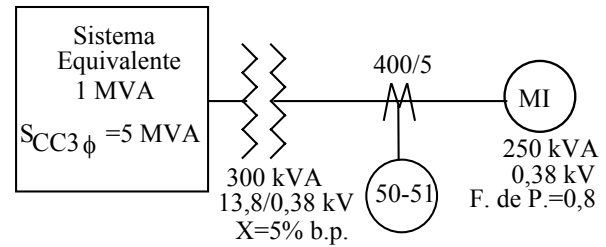

Figura 9
18. El sistema de la Figura 9, se protege con un relé IAC cuyas características se indicaron en el Problema 17. Suponga que la corriente de partida del motor es 6 veces la corriente nominal y que demora aproximadamente 0,4 segundos en partir. Determine las protecciones necesarias, calculando TAP y LEVER y grafique la curva de operación del relé indicando claramente los valores de tiempos y corrientes más importantes.